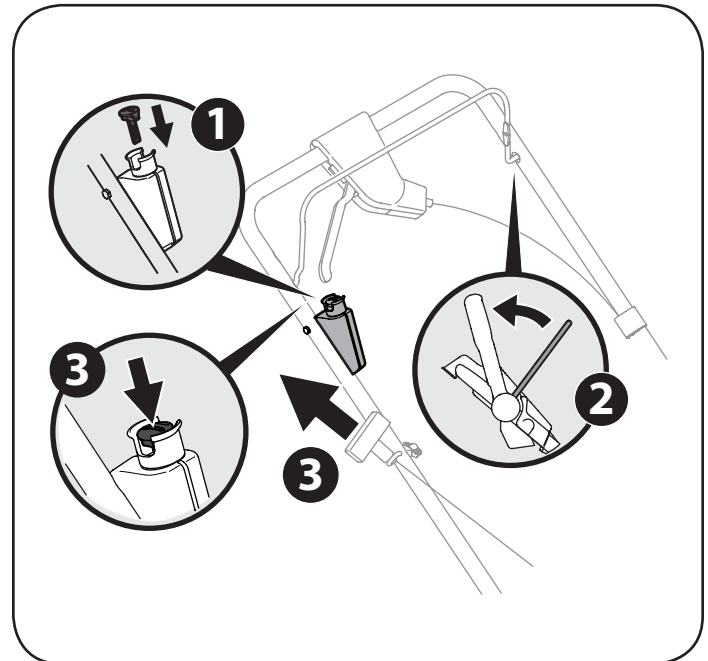

Figura 15
2. Colóquese detrás de la podadora, apriete la manija de control de la cuchilla y sosténgala contra la manija superior. Vea la Figura 15.
3. **Arranque eléctrico:** Empuje la llave eléctrica empujón de arranque para arrancar el motor. Vea la Figura 15.